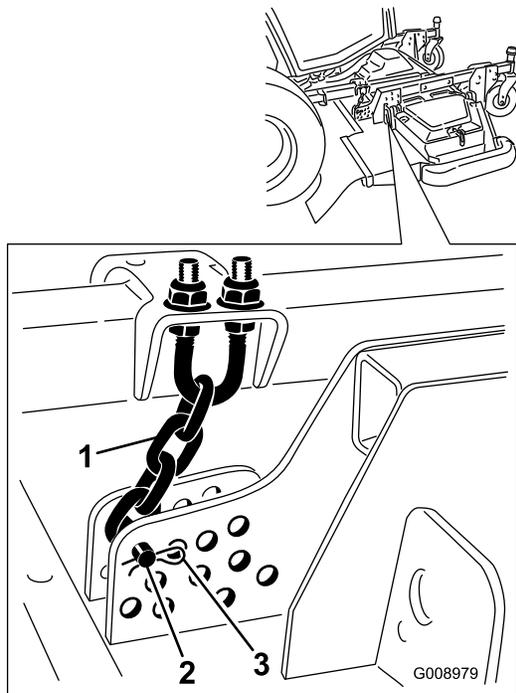

Рисунок 124
- Снимите шплинт и шплинтуемый штифт, которые крепят цепи высоты скашивания к задней части деки газонокосилки (Рисунок 124).